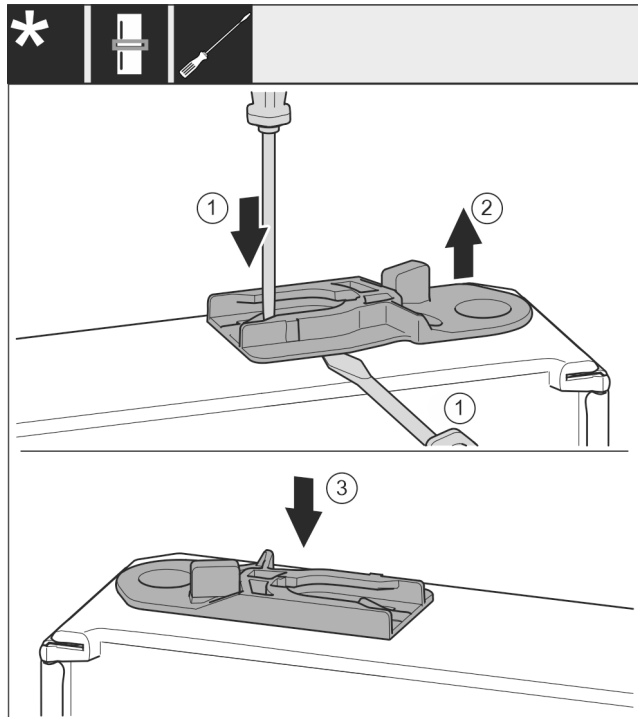

Fig. 53 *
- ▶ Vytiahnite vodiace puzdro: Plochým skrutkovačom zatlačte sponu Fig. 53 (1) a súčasne plochý skrutkovač zasuňte pod vodiace puzdro Fig. 53 (2).*
- ▶ Vodiace puzdro Fig. 53 (3), ktoré je súčasťou dodávky, zasuňte na druhú stranu telesa.*